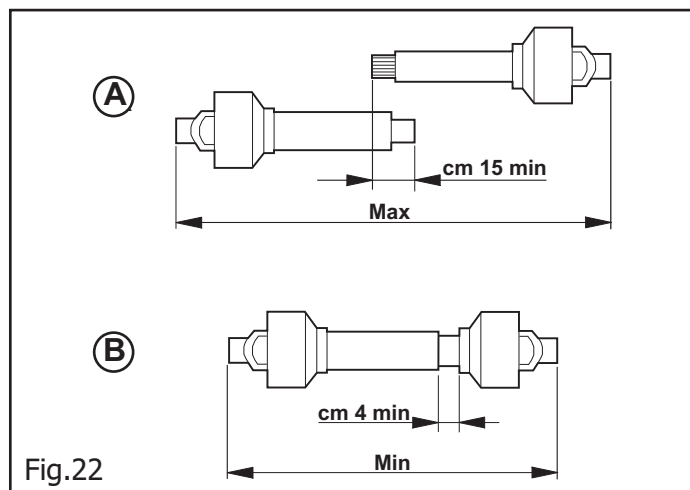

Fig.22
- Quando l'albero cardanico è sfilato al massimo, i due tubi devono sovrapporsi per almeno 15 centimetri (A, Fig.22). Quando esso è inserito al massimo, il gioco minimo consentito deve essere di 4 centimetri (B, Fig.22).